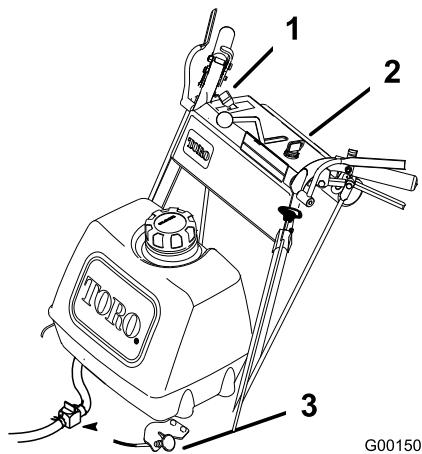

Figure 8
11. Repousser le starter quand le moteur est chaud (Figure 8).
1. Placez la manette d'accélérateur en position de bas régime (Figure 8).